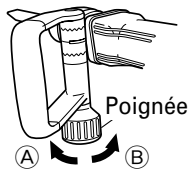

Fig. 5
- (1) Desserrer la poignée en tournant la saisie dans le sens de (A) comme indiqué à la Fig. 5.